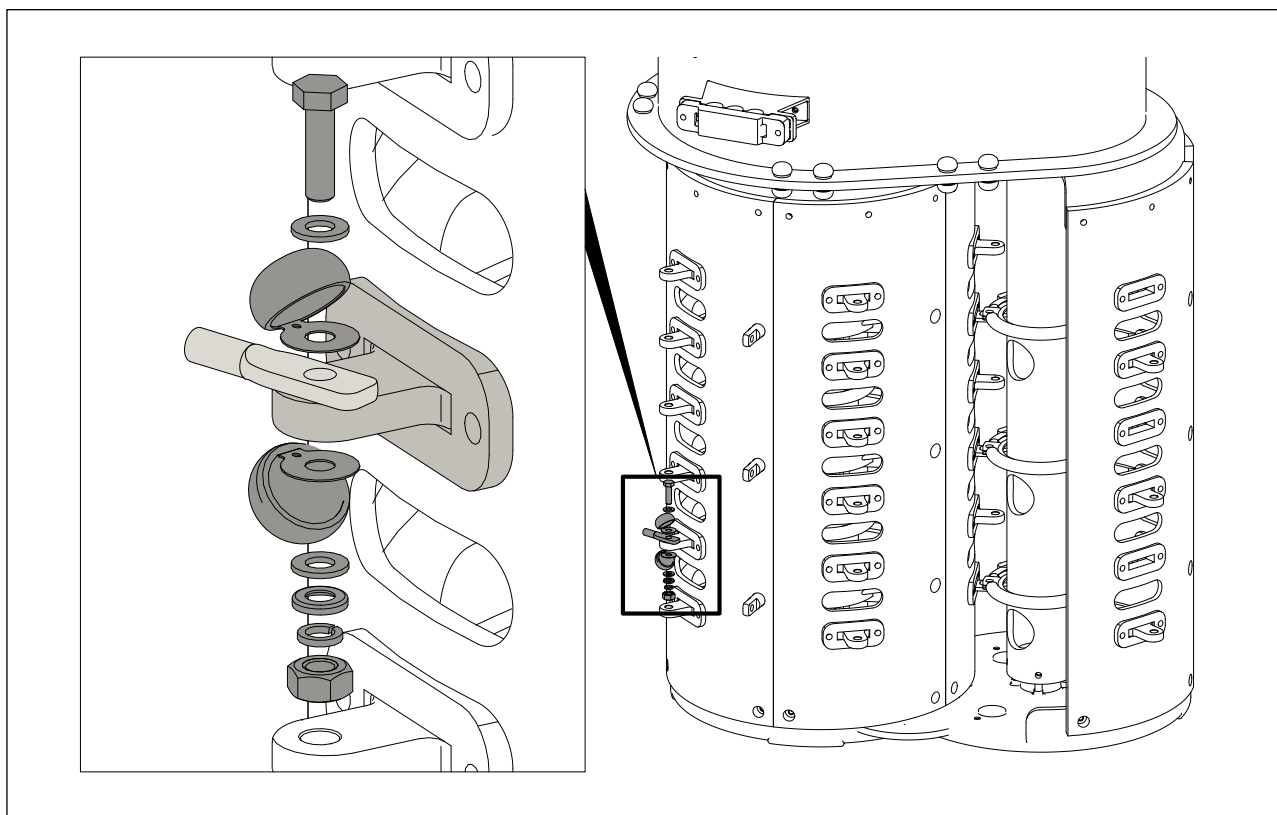

图 5-19 将分接选择器端子连接到变压器调节绕组
- 使用 17mm 开口 / 套筒扳手，安装 M10 螺栓紧固件，每套配屏蔽罩 x2、平垫圈 x2、弹簧垫圈 x1、碗状垫圈 x1、螺母 x1，扭矩：29Nm，按照图示安装变压器调压绕组引线（见图 5-19）。